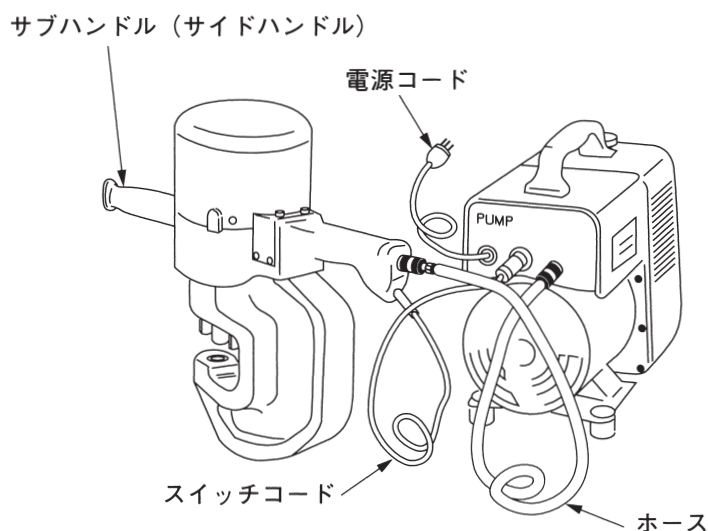

図3
- (1)セルフアークにサブハンドル (サイドハンドル) を取り付けます。(図3)
- (2)スイッチコードをセルファーとポンプに接続します。(図3)
- (3)ポンプより出ている電源プラグを電源に差し込んでください。